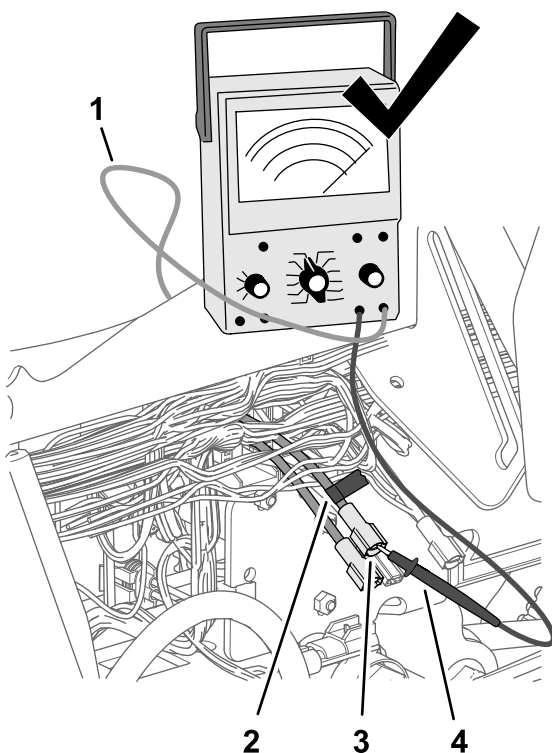

Рисунок 188
4. Используйте отрезок клейкой ленты, чтобы отметить разъем и провод, месторасположение которых определено при выполнении пункта 3 (Рисунок 188).